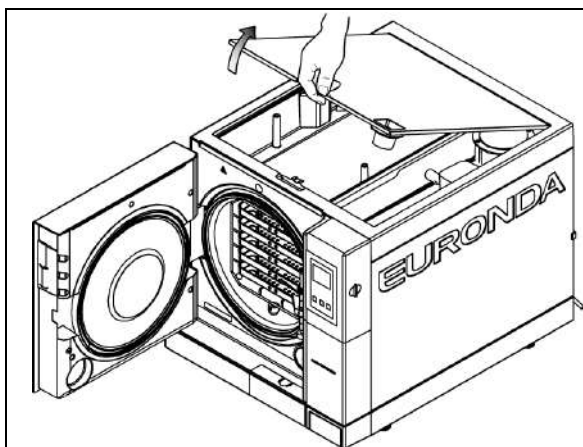
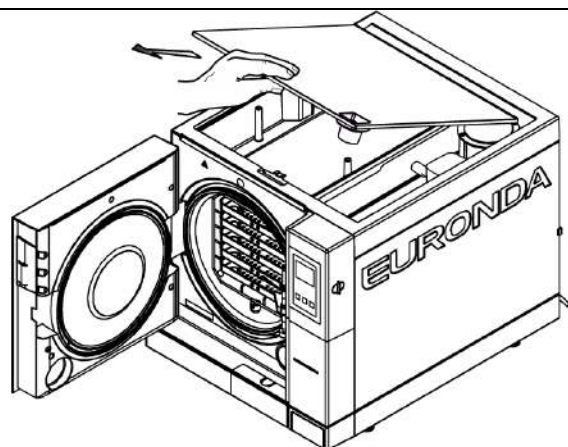

Fig. 9.2-5
Fig. 9.2-6
- sollevare il coperchio a 45° (Fig. 9.2-5) e tirarlo verso di sé (Fig. 9.2-6).